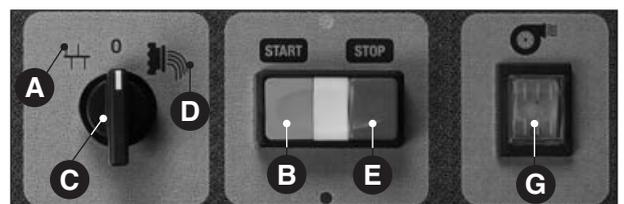

Fig. 11 - Panel TR 75/E
Si el producto se presenta algo húmedo y tiende a pegarse o, en todo caso, se desea secarlo superficialmente, hay que poner en función el apropiado ventilador, accionando el interruptor (Fig. 11 C) sólo 75/E).
- parar la máquina poniendo el selector en la posición “0” (Fig. 11 C) y girarlo después sobre la posición de mezcla  (Fig. 11 A) por 10-15 segundos de manera que sea eliminada la presión sobre la hilera debida al producto;
- reponer en fin el selector sobre “0” (Fig. 11 C);
- En la posición "0" (Fig. 11 C) todos los órganos de la máquina deben estar parados; en el modelo TR 75/E, con posición "hilera" (Fig. 11 D), el mezclador gira en el sentido de las agujas del reloj, y la cóclea deberá girar en la misma dirección (verificarlo a través de las ranuras de la tapa); en cambio, respecto del modelo TR 70, en posición "hilera" (Fig. 11 D), el mezclador gira en sentido contrario a las agujas del reloj, y la cóclea deberá girar en sentido contrario; en la posición "mezclar" (Fig. 11 A), los órganos girarán en sentido contrario.